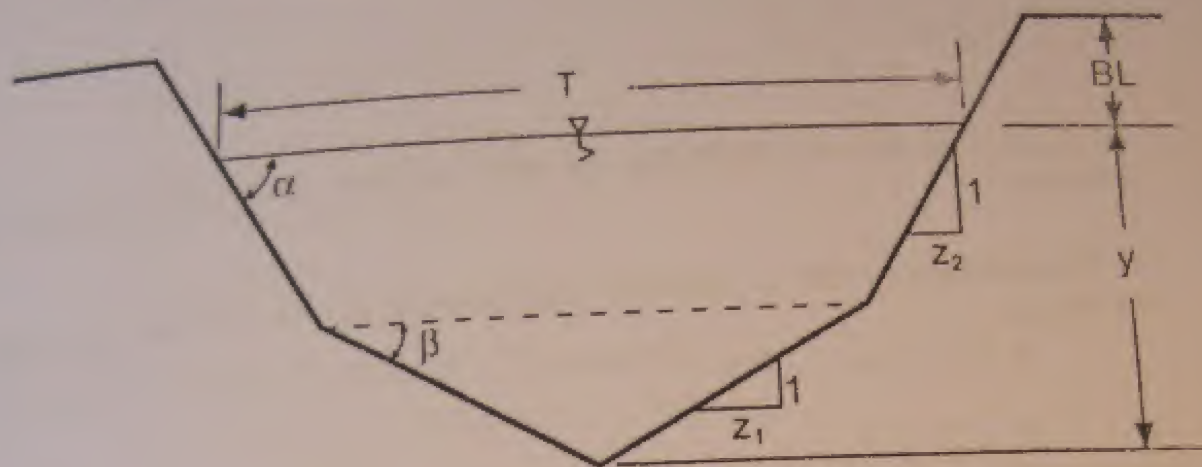

Figura 18. Sección transversal del canal
36. Un canal de tierra tiene una sección transversal como la que se indica en la figura 18. Siendo los ángulos $\alpha = 70^\circ$, $\beta = 20^\circ$, el área hidráulica $A = 3 \text{ m}^2$, pendiente $S = 0,5 \text{ ‰}$ y el coeficiente de rugosidad $n = 0,030$, Sabiendo que el caudal que lleva es máximo: